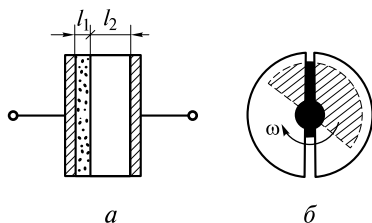

Рис. 1.4. К задачам:
● **1.27.** Плоский конденсатор с двухслойным диэлектриком (рис. 1.4, *a*) имеет следующие параметры: $l_1 = 0,1$ мм и $l_2 = 0,5$ мм, площадь пластин $0,01$ м². Определить емкость конденсатора C и максимальное напряжение, на которое его можно подключить, если первый слой выполнен из картона, а второй слой воздушный.
1.28. Конденсатор переменной емкости состоит из пластин, выполненных в виде полуокружностей, расположенных на одной оси (рис. 1.4, *б*). Определить зависимость емкости конденсатора от угла поворота подвижной пластины, если расстояние между пластинами 1 мм, а радиус полуокружности 35 мм. Найти относительное изменение емкости на градус угла поворота.
1.29. Ось конденсатора переменной емкости (рис. 1.4, *б*) вращается ручкой настройки с угловой частотой $\omega = 2$ рад/с. Как изменится емкость конденсатора в течение 1 с, если радиус полуокружности 30 мм, а расстояние между подвижной и неподвижной частями 0,5 мм?